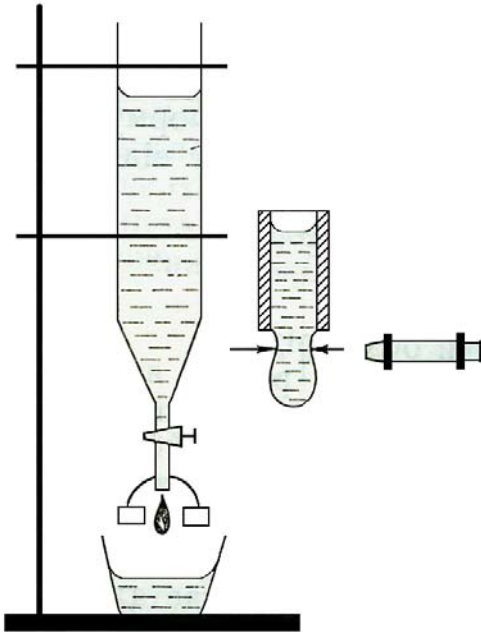

Рис. 4.1. Установка для визначення коефіцієнта поверхневого натягу методом відриву краплі.
1. Визначити масу скляної посудини 1 (рис. 4.1) за допомогою терез.